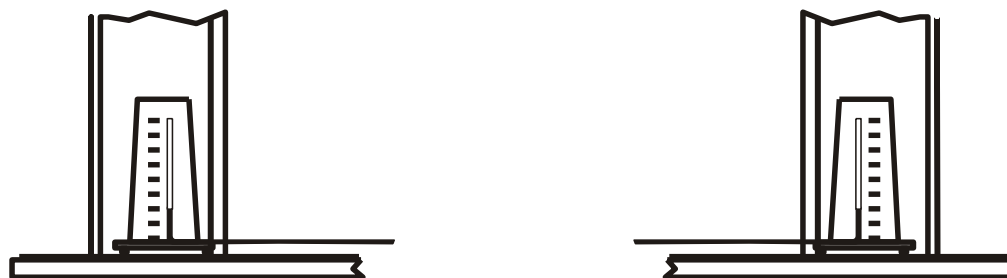

Figura 08
3. Utilizando um nível de mangueira na base das colunas (vide detalhe na Figura 08), identifique qual das colunas está mais alta.
7. Confirme novamente se a coluna está nivelada, parte frontal para parte traseira e lado a lado (Figura 08) Adicione ou remova calços, conforme a necessidade.
9. Utilizando um nível de mangueira sobre a base das colunas (vide Figura 08) e um prumo na coluna do lado mais baixo, calce por baixo da placa base desta coluna até que esta coluna esteja aprumada e que as duas colunas estejam niveladas entre si. Certifique-se de que a placa base esteja perfeitamente e completamente calçada em toda a sua área de contato com o piso.
12. Confirme novamente se a coluna está nivelada, parte frontal para parte traseira e lado a lado (Figura 08). Adicione ou remova calços, conforme a necessidade.